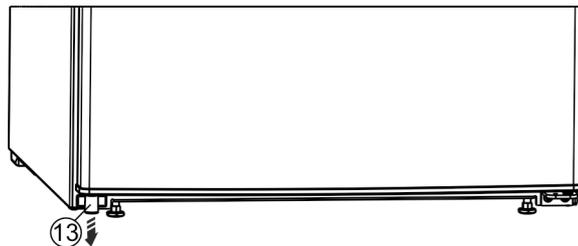

Fig. 13 \*
- ▶ Dolje lijevo izvadite razmačnik Fig. 13 (13) iz vrata.\*